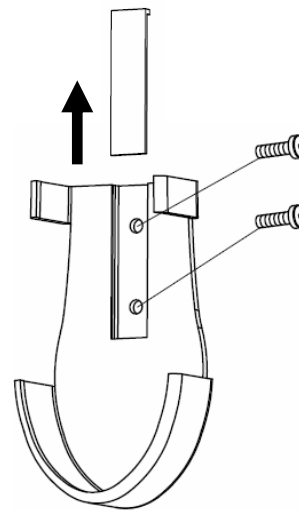

Abb. 15a
2. Entfernen Sie die Schraubenabdeckung und montieren Sie die Halterung mithilfe der zwei Schrauben und befestigen Sie die Schraubenabdeckung wieder. (Abb. 15a).